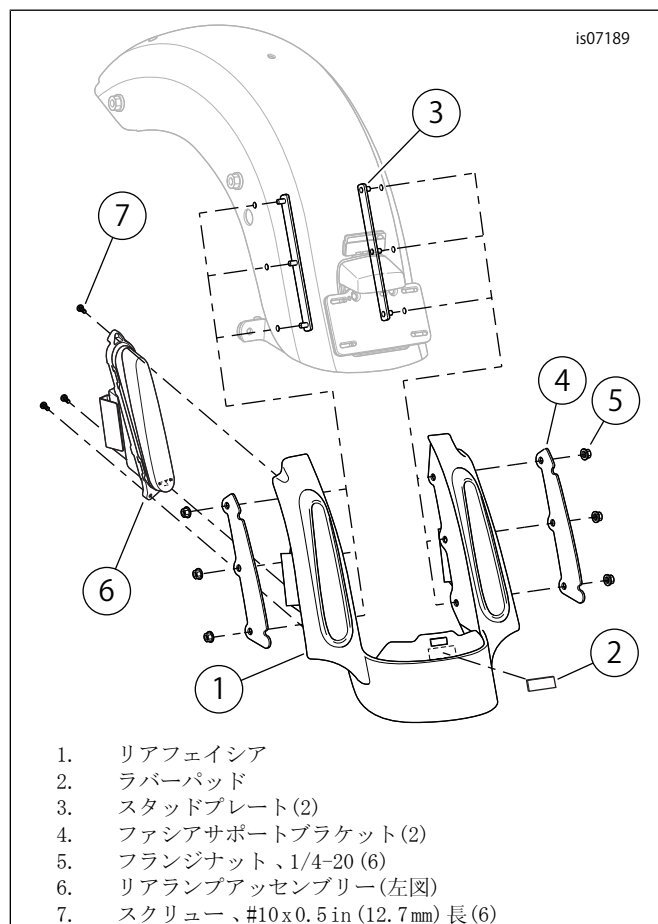

図4. リアフェシアの取り付け
4. 図4を参照してください。44.5 x 19 x 1.6 mm (x in) ラバーパッド(2)の粘着面から裏紙を剥がします。